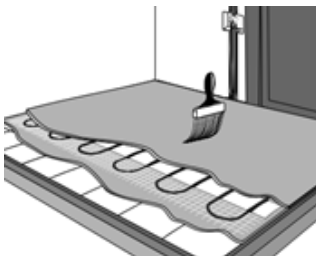

Рис.6
16. Залейте нагревательный мат слоем раствора для крепления плитки толщиной 5-8 мм и дайте ему высохнуть в соответствии с инструкцией по применению используемой плиточной смеси. (рис. 6)